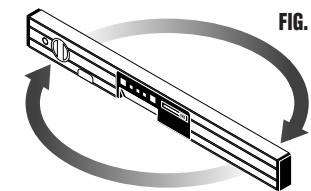

FIG. 4
Step 4: Rotate SMARTTOOL™, still upside down, end-for-end on the flat surface with the display now facing away from you. Wait 10 seconds. Push and hold the CALIBRATE button for 2 seconds until CAL2 appears on the display. (see fig. 4)
Paso 4: con el nivel aún invertido, rótele sobre la superficie plana. El visualizador digital debe quedar alejado de usted. Espere 10 segundos. Presione el botón CALIBRADOR por 2 segundos hasta que en el visualizador digital aparezca CAL 2. (vea la Fig. 4)